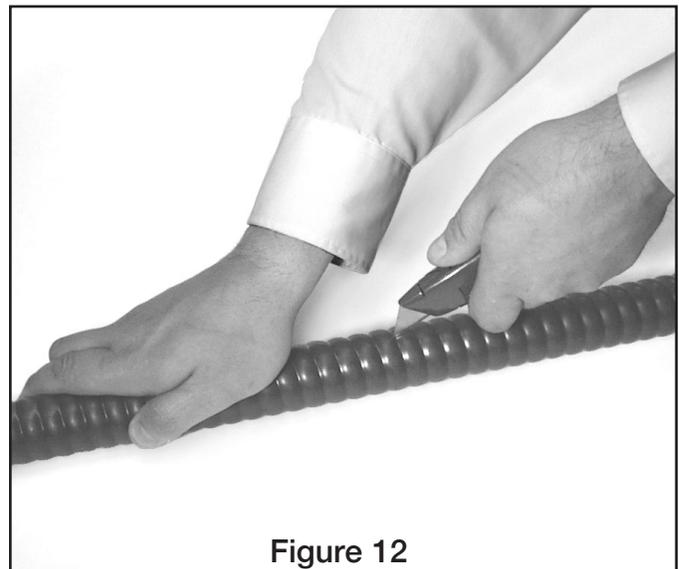

Figure 12
2. À partir du début du câble, couper entièrement la gaine sur le premier demi-pouce puis continuer à inciser à la moitié de l'épaisseur de la gaine jusqu'à l'endroit déjà entaillé. (Figure 12)